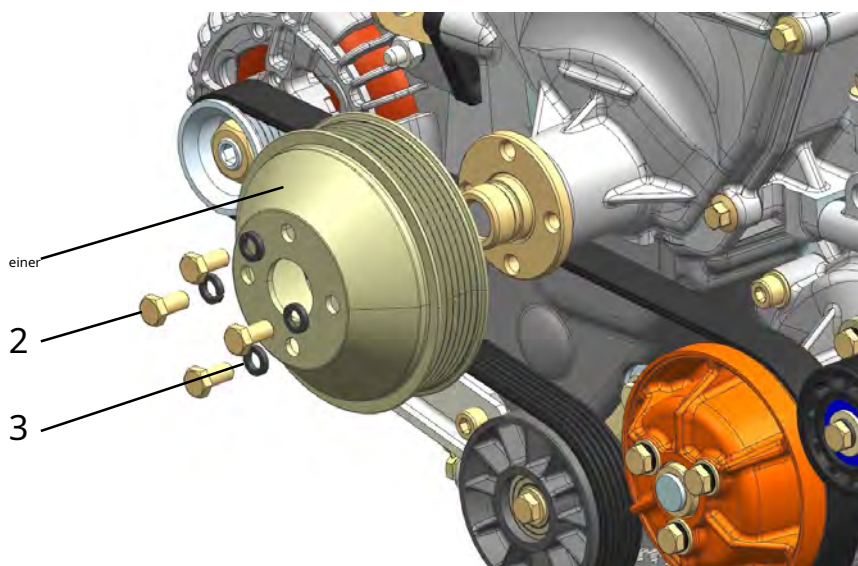

Abb. 211. Einbau der Lüfterriemenscheibe:
- Lüfterrad 1 (Abb. 211) einbauen und mit Schrauben 2 mit Stange befestigen -